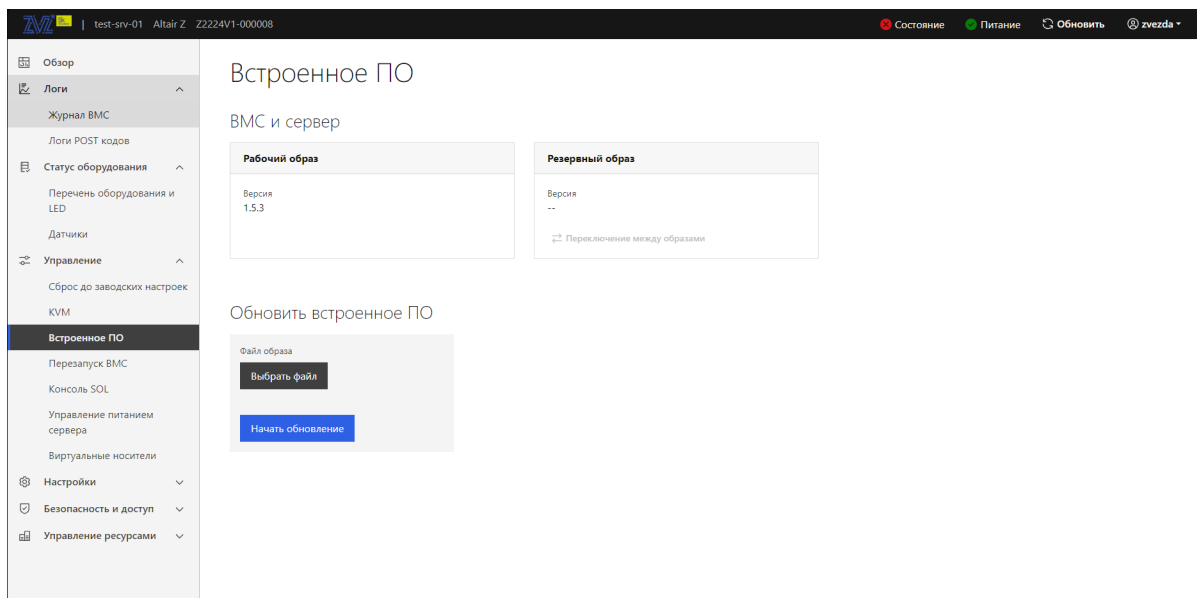

**Рис. 85. Окно «Виртуальные носители»**
- 7) Пройдите во вкладку «Управление» → «Виртуальные носители» в данной вкладке осуществляется виртуальное подключение периферийных устройств. Окно показано на рис. 85 Окно «Виртуальные носители»